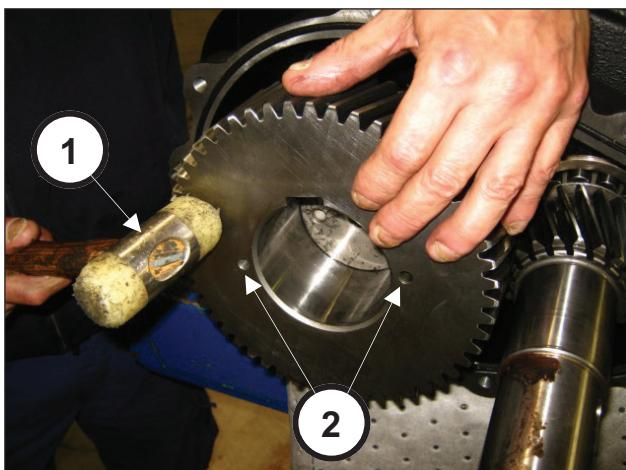

图 69
使用4个M10x30螺丝固定齿轮冠止动器 (位置①, 图 68)。按照第3章中的指示, 用扭力扳手校准螺栓 (①, 图 69)。